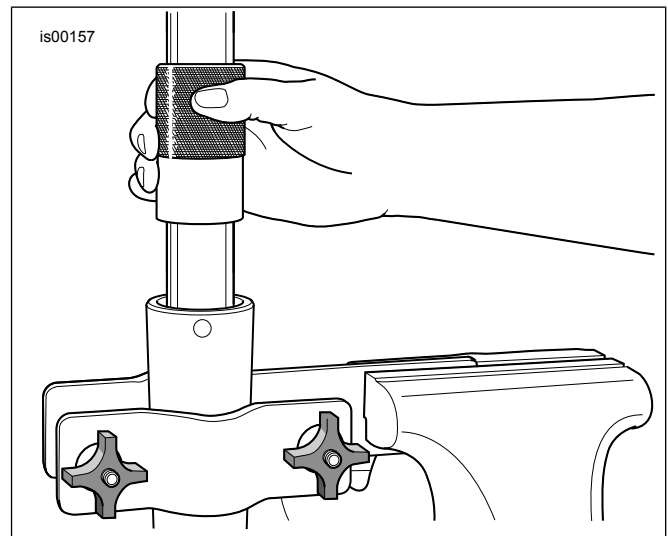

Figura 4. Instalación del sello de aceite de la horquilla
5. Cubra el diámetro interior (ID) y el diámetro exterior (OD) del buje del deslizador (E) con aceite para horquillas limpio. Deslice el buje del deslizador hacia abajo en el tubo de la horquilla (en cualquier dirección).
6. Deslice el sello del espaciador (D) por el tubo de la horquilla hasta que haga contacto con el buje del deslizador (en cualquier dirección).
7. Cubra el diámetro interior del sello de aceite de la horquilla (4) **nuevo** con aceite para horquillas limpio. Recubra el diámetro exterior del sello de aceite de la horquilla con grasa para sellos Harley-Davidson. Con el lado con letras hacia arriba, deslice el sello de aceite de la horquilla por el tubo de la horquilla hasta que haga contacto con el sello del espaciador.
8. Ver Figura 4 . Obtenga la herramienta para sello/buje de horquilla (HD-45305) y proceda de la siguiente manera.
- b. Ver Figura 4 . Utilizando la herramienta como un martillo deslizante, empuje el sello de aceite de la horquilla (con el sello del espaciador y el buje del deslizador) por el tubo de la horquilla, hasta que la ranura de la presilla de retención quede visible en el diámetro interior del deslizador de la horquilla.